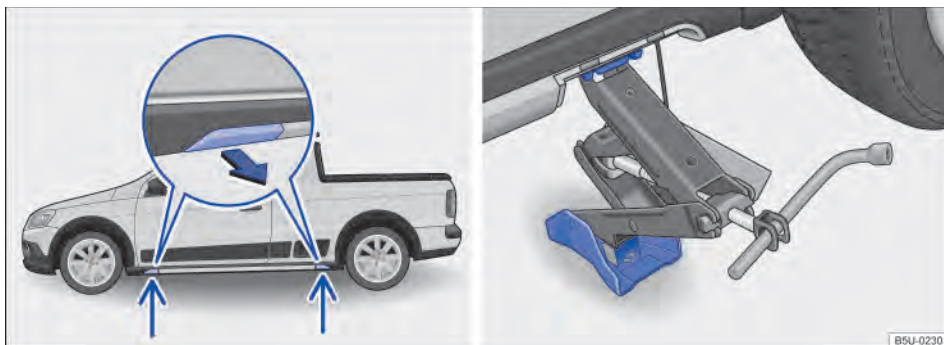

Fig. 170 Pontos de apoio do macaco e macaco posicionado no lado esquerdo traseiro do veículo - veículos com soleiras externas.
⇒ Fig. 170. É válido o ponto de apoio localizado próximo à roda correspondente ⇒ .
7. Desencaixar a cobertura de acesso ao ponto de apoio do macaco, no sentido da seta ⇒ Fig. 170.
9. Garantir que a base do macaco, com toda sua superfície, esteja sobre o chão e que a base se encontre perpendicularmente abaixo do ponto de colocação ⇒ Fig. 170.
10. Alinhar o macaco e, simultaneamente, levantar a garra do macaco até ela se encaixar na travessa debaixo do veículo ⇒ Fig. 170.
- Posicionar o macaco somente nos pontos indicados. A garra do macaco deve se encaixar no perfil da longarina de forma segura ⇒ Fig. 170.